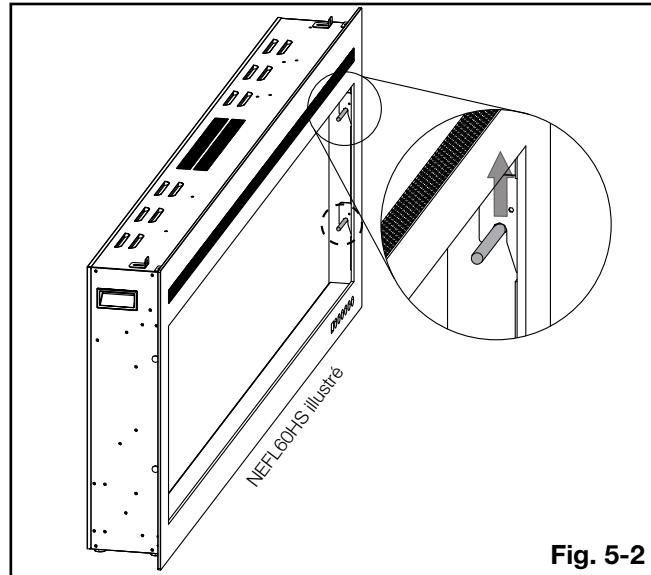

Fig. 5-2
- Soigneusement soulevez la façade de l'appareil (**Fig. 5-2 et 5-3**). Placez la façade face vers le bas sur une surface doux et non-abrasive.